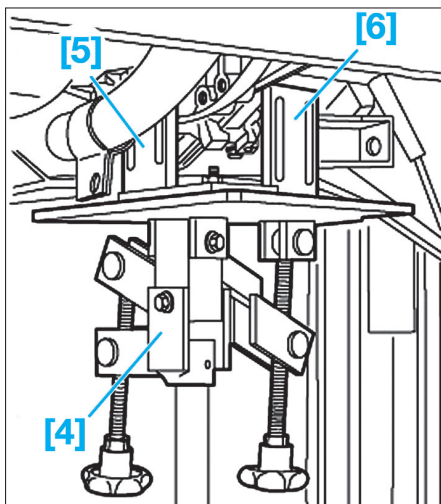

Fig. 37
• A l'aide d'un vérin hydraulique, monter les outils [4], [5] et [6] (Fig.37).